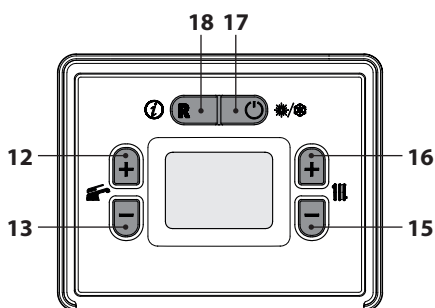

Figura 5.29
- Utilizzando i tasti 15 o 16 (Figura 5.29) è possibile modificare il valore del parametro A02:
- Premendo il tasto 12 o 13 (Figura 5.29) si ottiene la conferma del valore inserito e si ritorna alla lista parametri (Figura 5.30).
- Premendo il tasto 17 (Figura 5.29) si esce dalla "modalità programmazione".